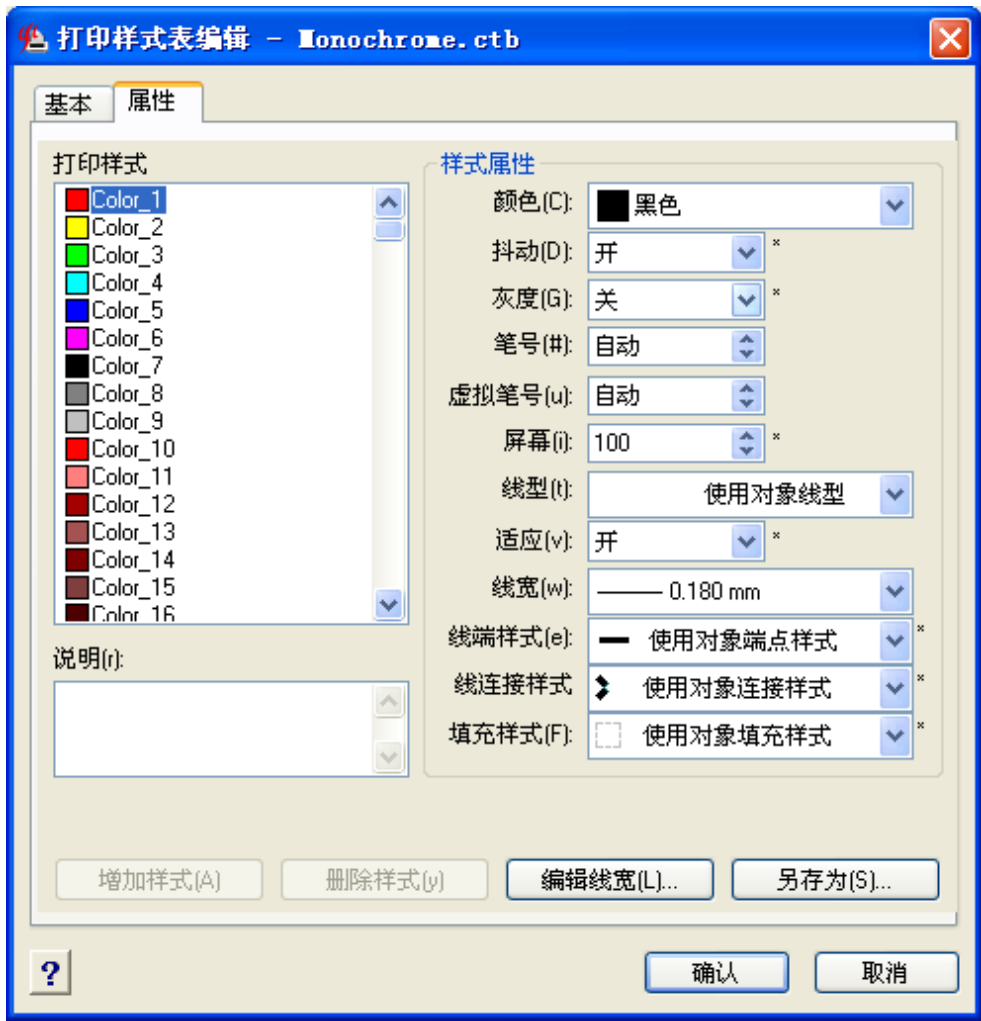

图 3.10 修改打印样式表
2. “点击“修改”按钮，修改打印样式表文件，如下图 3.10 所示。
2. 点击“**修改当前样式(E)...**”按钮，修改打印样式表文件。如图 3.10 所示。